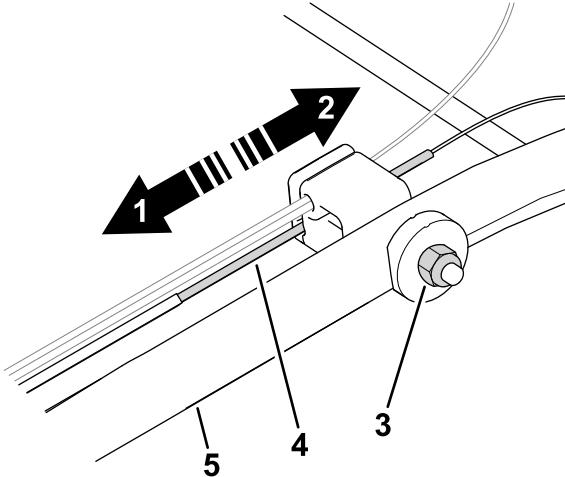

Figura 25
1. Gire la tuerca de ajuste en sentido antihorario para aflojar el ajuste del cable (Figura 25).
2. Ajuste la tensión del cable (Figura 25) tirando del mismo hacia atrás o empujándolo hacia adelante, y sujetelo en esa posición.